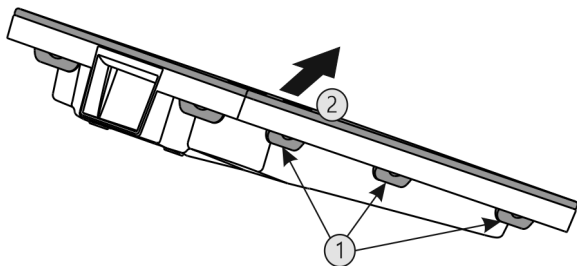

Fig. 69
- ▶ Stlačte za sebou všechny západky Fig. 69 (1) a sejměte kryt Fig. 69 (2).